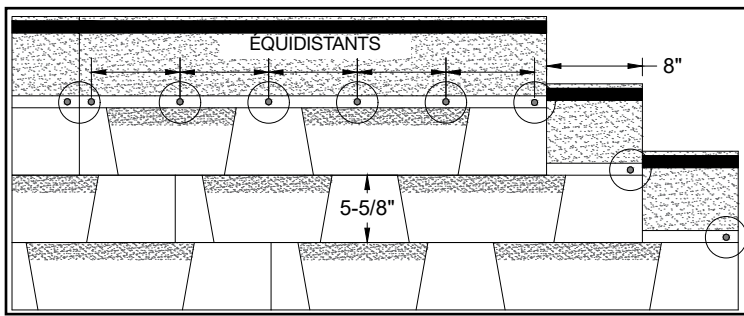

Figure 8 – Plan de clouage 6 clous, lamellés
**Fixation des bardeaux lamellés sur pente forte :** Lorsque la pente du platelage de toit est supérieure à 533 mm (21 po) pour 305 mm (12 po) de distance, il convient de poser six (6) attaches par bardeau et de coller ce dernier par sa face inférieure.
Deux méthodes de fixation sont proposées, mais, pour chacune d'elles, les attaches externes doivent être placées dans la zone de clouage à environ 25 mm (1 po) de chaque bord. Dans le cadre de la première méthode, les quatre (4) autres fixations sont également placées dans la zone de clouage et espacées uniformément. (Voir la figure 8)